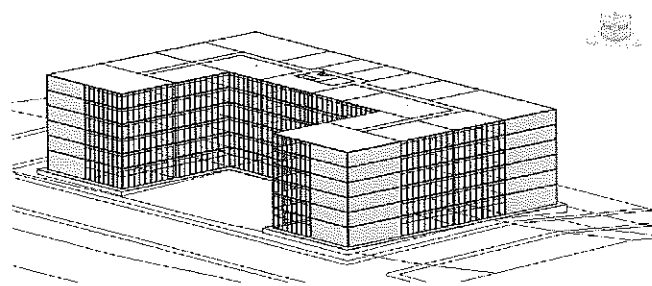

Figura A.94 – Laje copiada para o pavimento de cobertura.
5. Na vista 3D, selecione a laje do último pavimento, posicione o cursor perto da linha da laje na borda do piso e pressione **Tab** até selecionar a laje. Clique para selecionar e, como fizemos anteriormente, marque **Copiar para área de transferência** e **Colar alinhado com níveis selecionados**, escolhendo o pavimento **Cobertura**. A Figura A.94 exibe o resultado da cópia para o pavimento da cobertura.